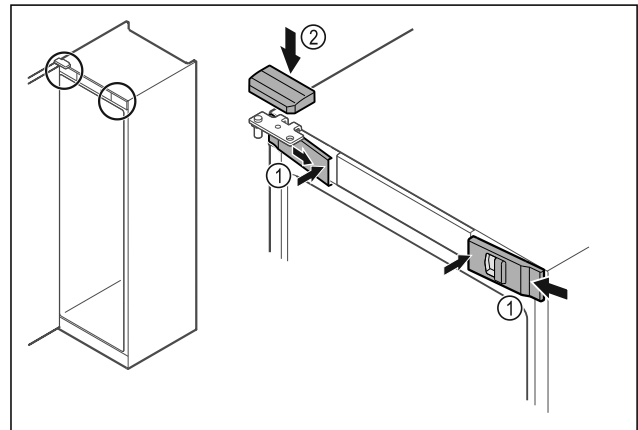

Fig. 44
- ▶ Enganchar las cubiertas delanteras Fig. 44 (1) lateralmente y encajar el interior.
- ▶ Encajar la cubierta superior Fig. 44 (2) desde arriba.